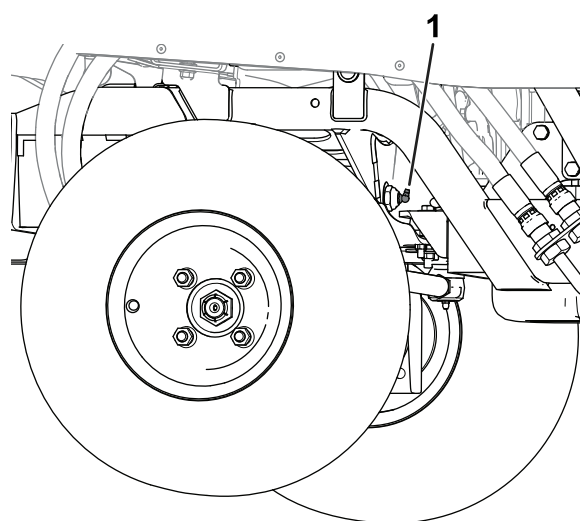

Figura 49
- tift de pivotare ax (Figura 49)